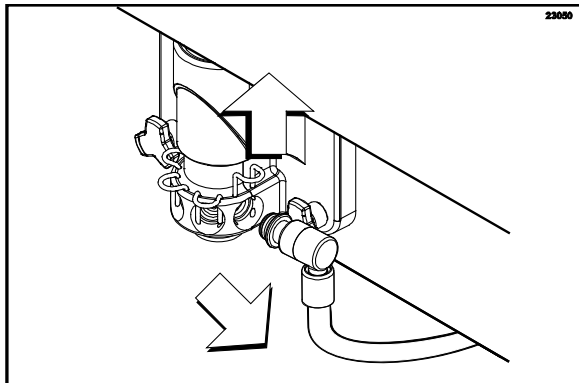

Figure 46
4. Déconnecter la vanne à sirop de la porte de l'unité. Soulever le dispositif de retenue de vanne à sirop et extraire la vanne en la tirant (Cf. Figure 46).